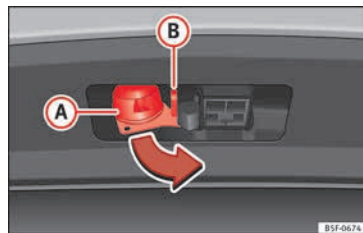

Fig. 231 Girar el conector de 13 polos
- Agarre el conector de 13 polos por la zona **A** y extraígalo en el sentido de la flecha **» fig. 231**.
- Agarre el conector de 13 polos por la zona **A** e introdúzcalo en el sentido contrario al de la flecha **» fig. 231**.
El ojal de seguridad **B** **» fig. 231** sirve para enganchar el cable de retención del remolque.